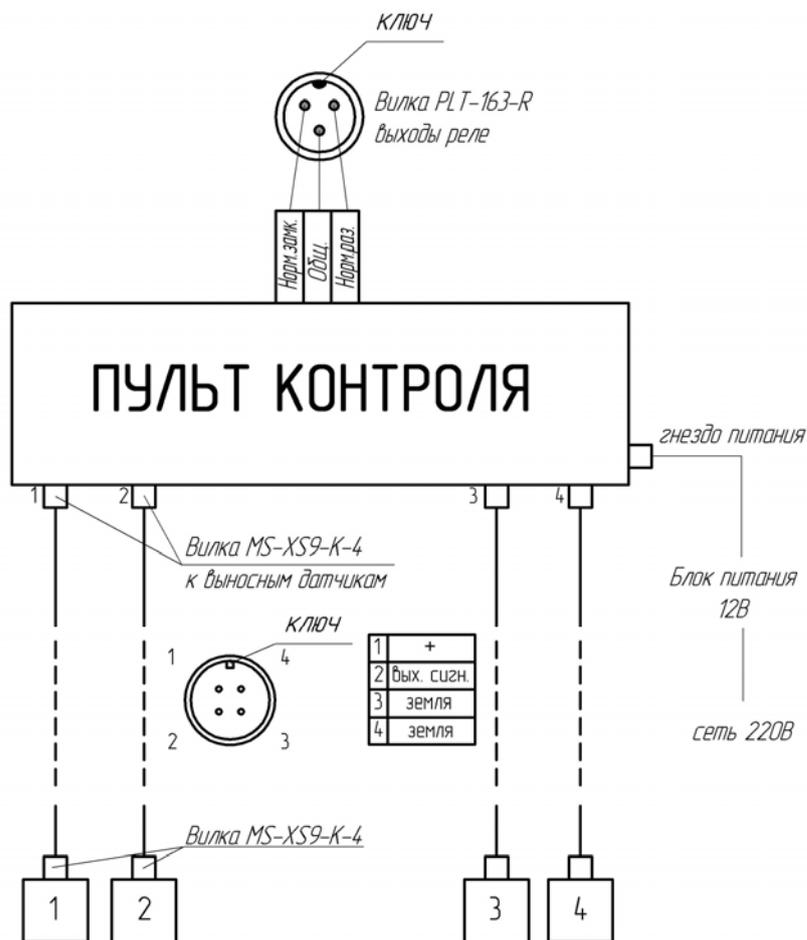

Рис. 1 Структурная схема аналоговой системы А-4 на 4 газа
2.1. Система состоит из пульта контроля, выносных датчиков (количество см. в разделе 4 паспорта, но не более 4), блока питания и соединительных кабелей. Структурная схема системы приведена на рис. 1.